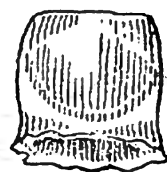

Fig. 3. — Dent de lait qui vient de tomber.
**5. Les dents de lait.** — Le tout jeune bébé n'a pas de dents ; elles poussent à partir de six ou huit mois, et l'enfant de deux ans possède 20 dents qu'on nomme *dents de lait*. Elles commencent à tomber vers l'âge de six ans ; peu à peu elles deviennent mobiles et elles s'arrachent presque d'elles-mêmes. Vous savez qu'à ce moment elles ne sont plus maintenues dans la gencive que par une *racine* très courte, creusée et comme rongée en-dessous (*fig. 3*) ; la petite cuvette que forme cette racine est rouge de sang quand on arrache la dent : c'est qu'en effet la dent vit et grandit grâce au sang qui y pénètre.